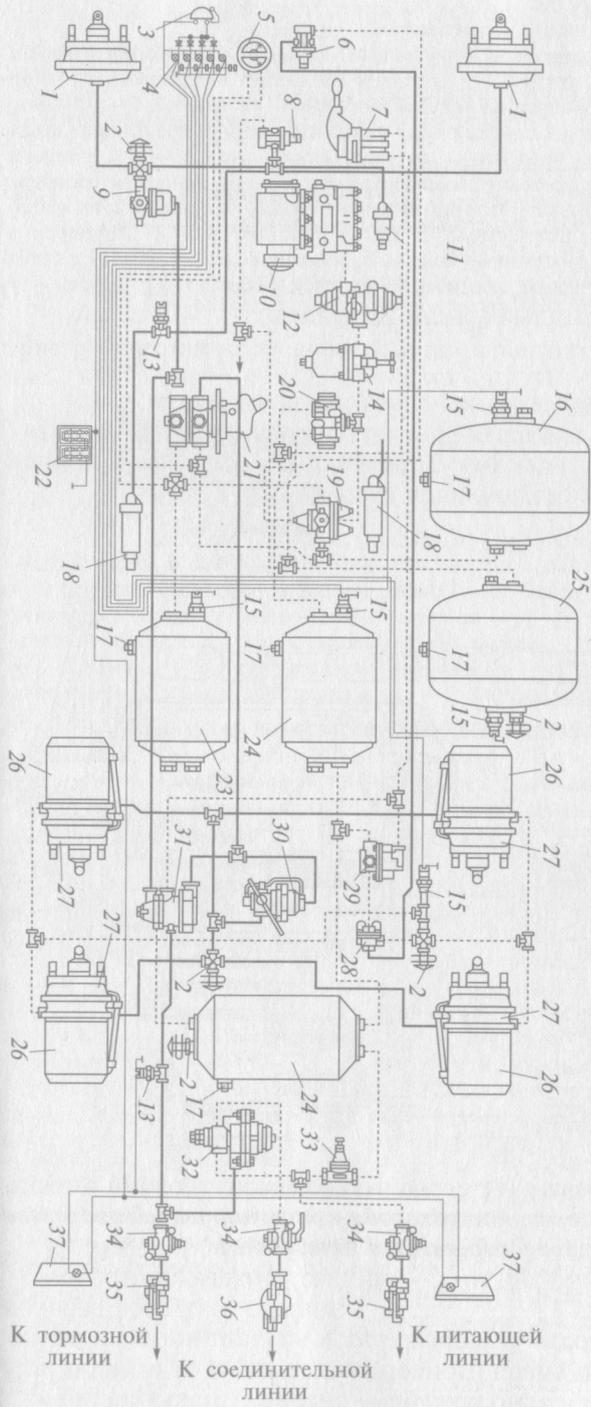

Рис. 5.13. Схема пневматического тормозного привода автомобилей семейства КамАЗ:
29. Изучить *устройство тормозной системы автомобиля КамАЗ-5320* (использовать учебные плакаты и схему пневматического тормозного привода автомобилей семейства КамАЗ на рис. 5.13). Найти отличия от аналогичных агрегатов автомобиля ЗИЛ-130.
30. Изучить *тормозной механизм автомобиля КамАЗ-5320* (см. рис. 5.13, 5.14, а). Помнить, что конструктивно он подобен тормозному механизму автомобиля ЗИЛ-130. Регулировка и регулировочные данные аналогичны. Все ремонтные и регулировочные работы тормозной системы выполняются специальными инструментами и приспособлениями в условиях мастерской.